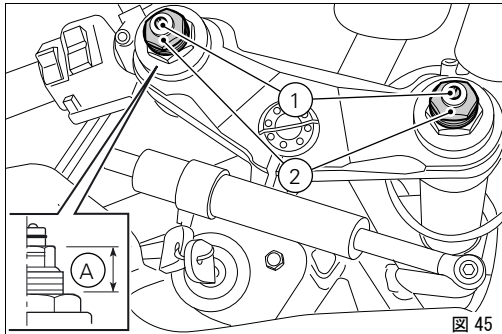

図 45
- 1) 油圧ブレーキのリバウンドダンピング調整 (図 45) ；
- 2) インナー springs プリロード調整 (図 45) ；